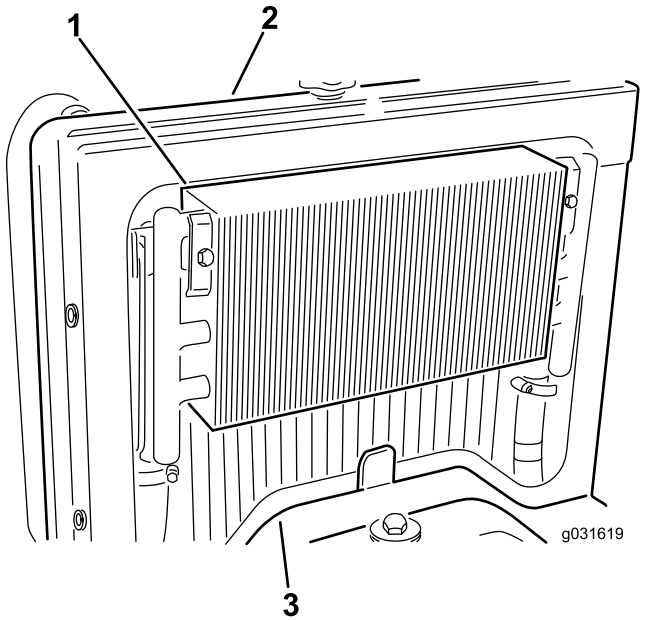

Bild 58
3. Entfernen Sie die Zugangsplatte (Bild 58).